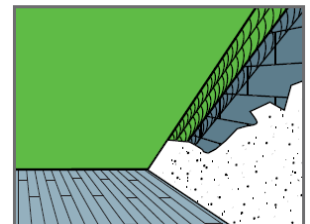

Bild 6
**BILD 6:** Wandanschluß mittels Streckmetallgitter. Die Dampfbremse wird ca. 40 cm auf das rohe Mauerwerk geführt und mittels geeignetem Befestigungsmittel oder doppelseitigem Klebeband vorfixiert. Streckmetall mit 1 – 2 cm Versatz und mind. 10 cm Mauerwerksüberdeckung mechanisch im Untergrund verankern. Im Anschluß kann die Fläche verputzt werden.